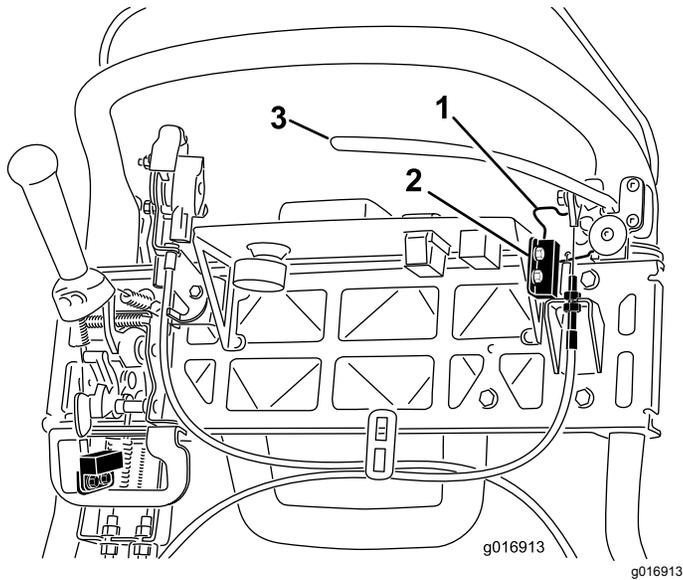

Рисунок 42
4. Ослабьте крепежные детали блокировочного выключателя (**Рисунок 42**).
5. Поставьте регулировочную прокладку толщиной 1,6 мм между фиксатором стояночного тормоза и блокировочным выключателем (**Рисунок 42**).